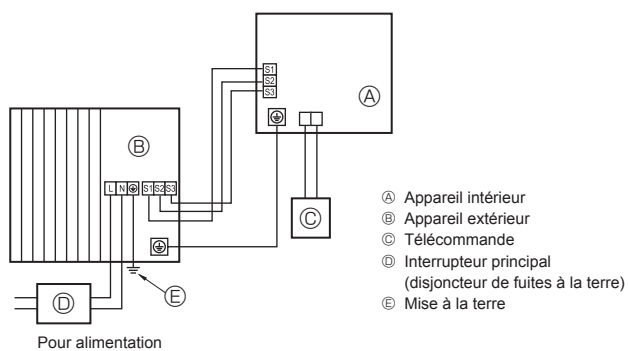
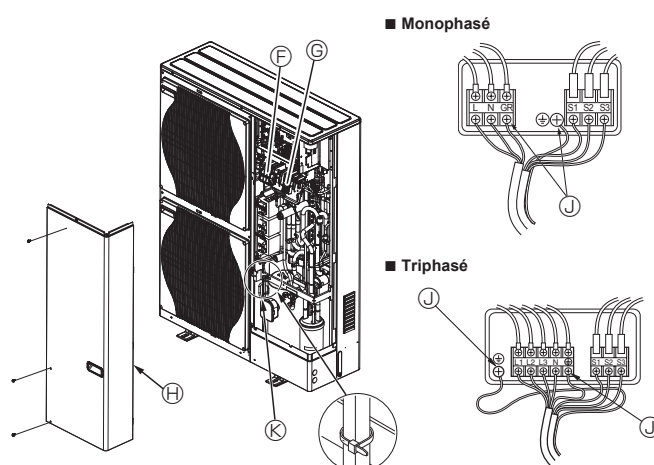

Fig. 5-1
Fig. 5-2
5.1. Appareil extérieur (Fig. 5-1, Fig. 5-2)
- ① Retirer le panneau de service.
- ② Effectuer le câblage conformément aux Fig. 5-1 et Fig. 5-2.